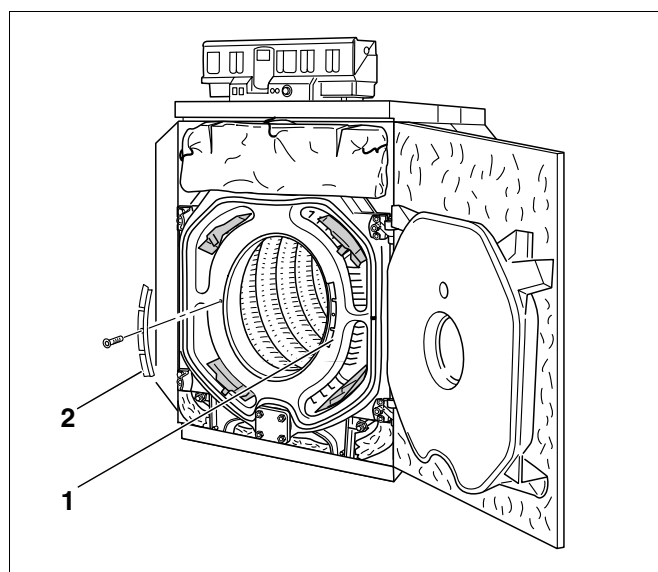
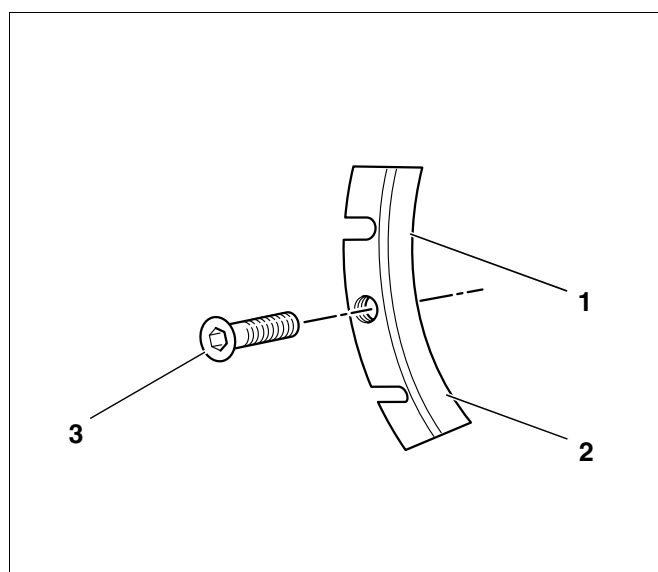

Fig. 71 Position des obturateurs de gaz de combustion
Fig. 72 Obturateur de gaz de combustion
- Desserrer la vis à six pans creux des obturateurs de gaz de combustion et enlever les obturateurs droit et gauche (fig. 71, **pos. 1 et 2**).
- Desserrer la vis à six pans creux (fig. 72, **pos. 3**) des obturateurs et retirer les obturateurs droit et gauche (fig. 71, **pos. 1 et 2**).
- Poser les obturateurs de gaz de combustion sur un support de manière à laisser les encoches dégagées (fig. 72, **pos. 1 et 2**). A l'aide d'un marteau, enlever un morceau du turbulateur de gaz de combustion de gauche et de celui de droite.